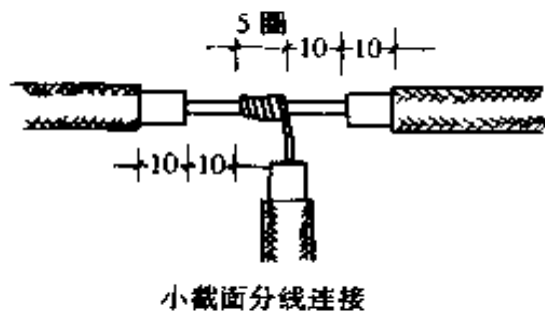

图 2-25 丁字连接接线图
- ② 丁字连接:有背扣和不背扣两种,如图 2-25 所示。
(2) 多股导线怎样连接?